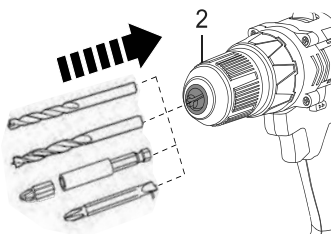

Fig. 2
- > Insira a broca até ao fundo (Fig. 2). Se desejar utilizar uma ponta de aparafusar de 25 mm, coloque-a no porta-pontas.